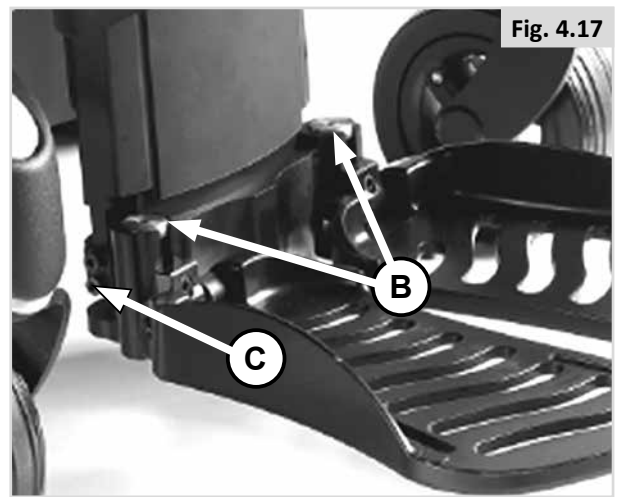

Fig. 4.17
4.6.1 Pré-ajustar o comprimento inferior da perna (Fig. 4.17):
- Desaperte os parafusos e remova-os (2x do fundo) de ambos os lados das placas para os pés. (C).
- Aperte os parafusos (2x do fundo). (C).